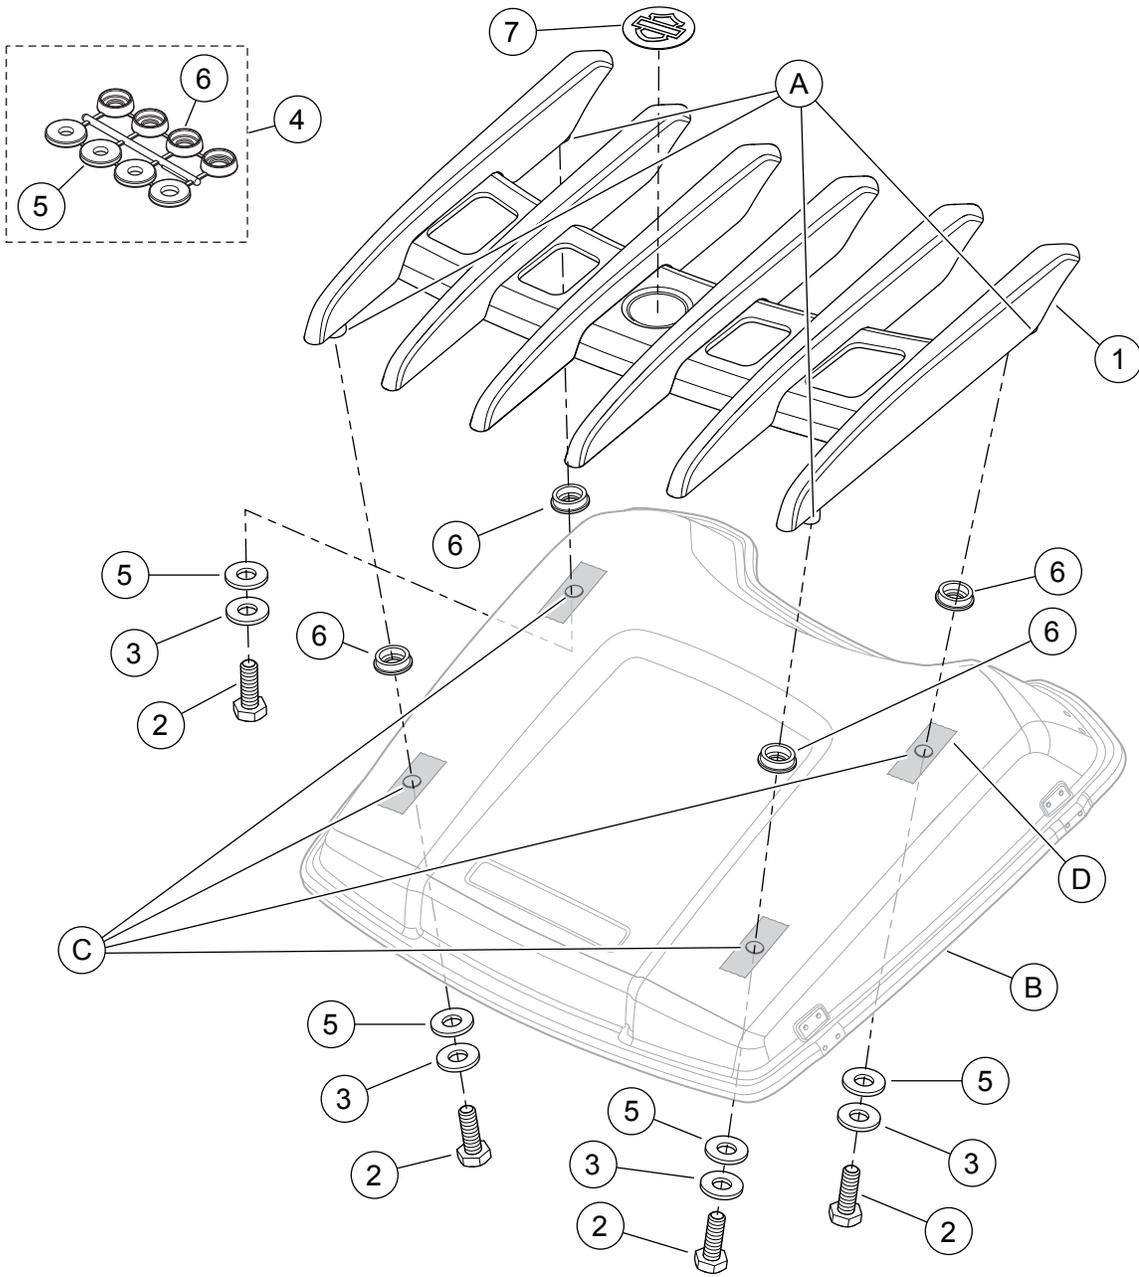

Abbildung 1. Ersatzteile, Stealth Tour-Pak-Gepäckträgersatz
Siehe Abbildung 1 und Tabelle 1.
2. Siehe Abbildung 1. Die vier Befestigungsunterlagen (6) und Unterlegscheiben (5) aus dem Befestigungsunterlagen- und Unterlegscheibensatz (4) ausschneiden.